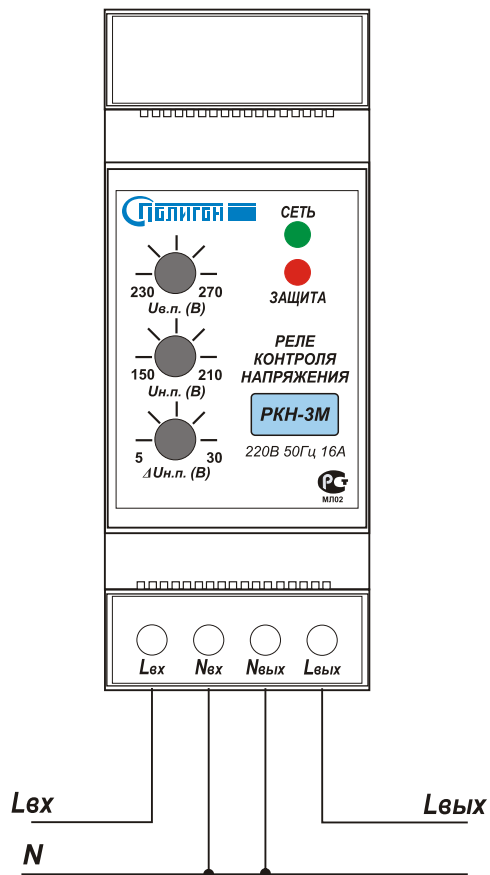

Рис.1. Типовая схема подключения реле РКН-3М.
- 4.3. Произвести подключение входной контролируемой сети и цепей управления и сигнализации согласно маркировке (Рис.1).